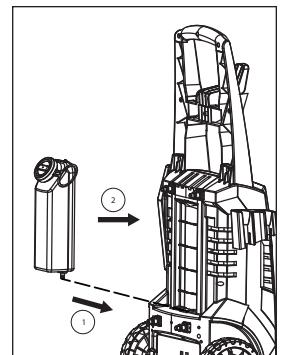

Figure 6 - Assembler la bouteille de détergent dans l'unité
- Assembler la bouteille de détergent dans l'unité en insérant la sortie de la bouteille dans l'orifice correspondant de l'unité et presser la bouteille dans l'unité (voir la figure 6).